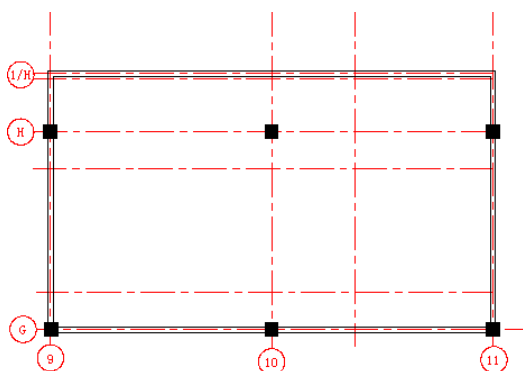

图 17.12.16 编辑其余多线
(2) 参照上一步完成其余三个多线角点结合的操作，完成后如图 17.12.16 所示。